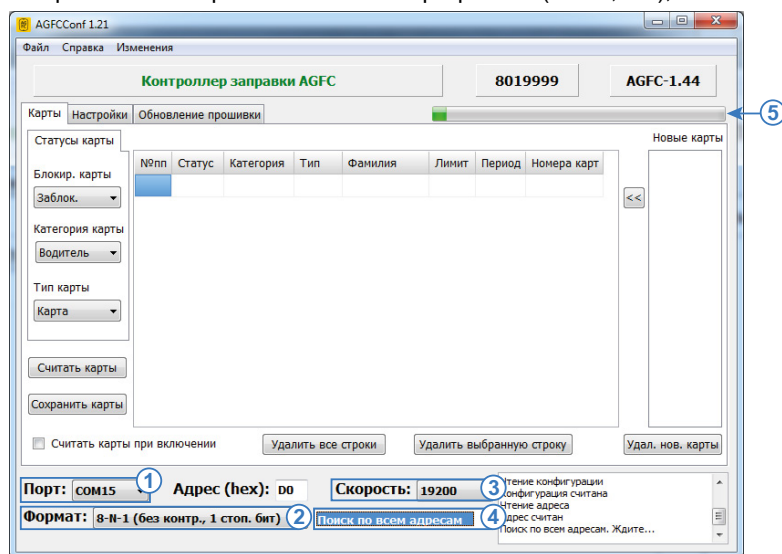

Рис.6. Поиск устройства по адресам.
- в программе «AGFCConf» выбрать COM-порт к которому подключен ТРК (Рис.6, п.1). Посмотреть порт устройства можно в Диспетчере устройств системы;
- настроить формат передачи. По умолчанию – 8-N-1 (Рис.6, п.2);
- выбрать скорость, на которую настроена шина RS-485 ТРК (Рис.6, п.3);
- выбрать диапазон адресов – Поиск по всем адресам (Рис.6, п.4).
- после этого программа выполнит поиск подключенного устройства в диапазоне адресов 00 – FF для заданной скорости обмена, затем выполнит подключение к первому найденному устройству и считает настройки. Состояние выполнения поиска отображается в верхней части окна программы (Рис.6, п.5);